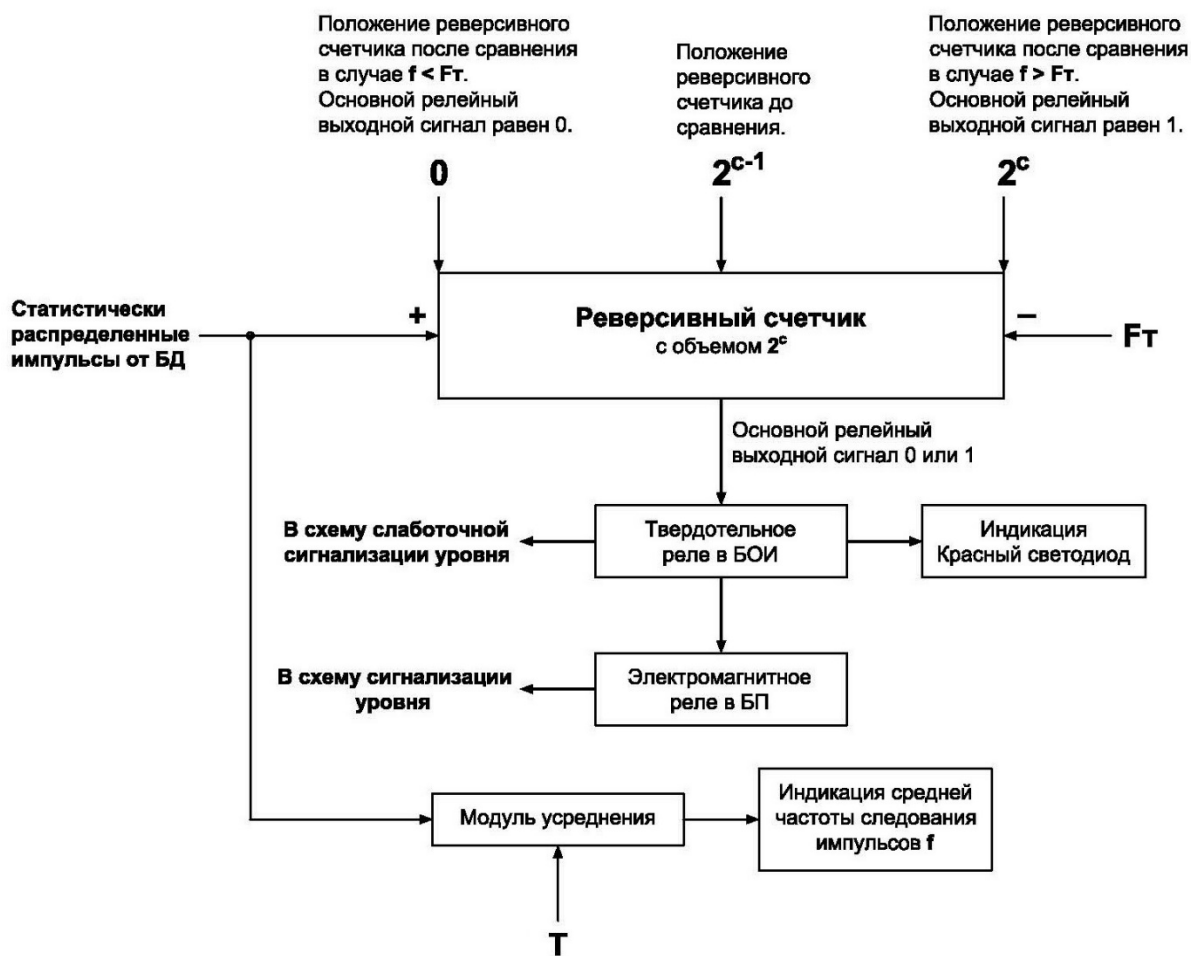

Рис. 1. Схема формирования основного релейного сигнала.
1.4.1 Принцип действия уровнемера основан на регистрации изменения потока гамма-квантов внутри ёмкости. Поток гамма-излучения, прошедший через ёмкость, изменяется при наличии материала и регистрируется блоком детектирования. На выходе блока детектирования формируются статистически распределенные импульсы со средней частотой следования прямо пропорциональной плотности потока излучения. Далее импульсы поступают на блок обработки информации на один из двух входов реверсивного счётчика, где их частота следования f сравнивается с пороговой частотой F_T , поданной на другой вход счётчика (Рис. 1).